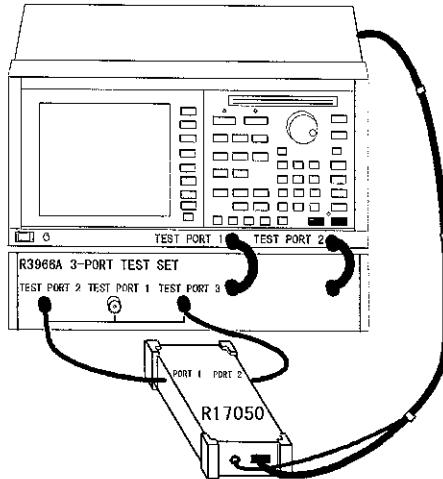

図 2-9 RF ポートの接続
- ⑫ 本器の RF ポートとテスト・セットの測定ポートを接続します(図 2-9 参照)。